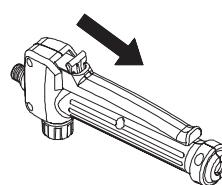

Figura 13
1. Para bloquear, mantenga presionada la palanca y tire del botón de bloqueo hacia atrás, después suelte la palanca. Consulte la figura 13.